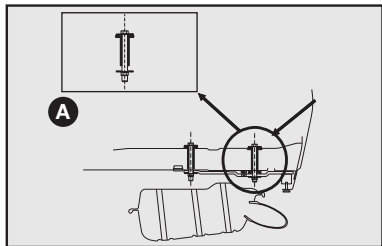
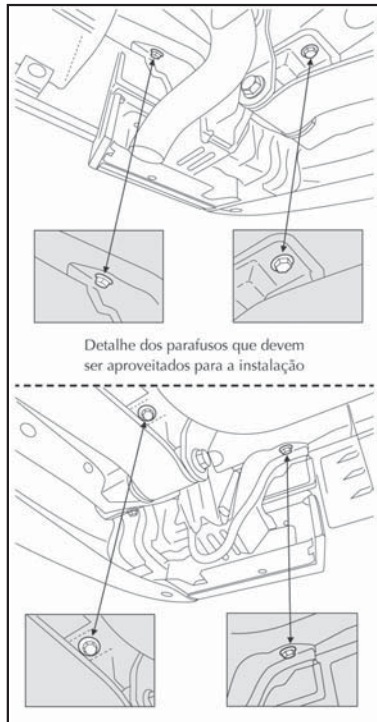

fig. 12
fig. 13
– Efetuar no veículo a furação com \varnothing (diâmetro) 11 mm traspassando o assoalho posterior (ver detalhe **A**—fig. 12) e a longarina nas marcas esquemáticas indicadas na figura correspondente ao modelo do seu veículo (fig. 13).
Em alguns modelos de veículos, são aproveitados alguns furos pré-existentes, retirando e recolocando parafusos que fixam alguns componentes (ver fig. 13).